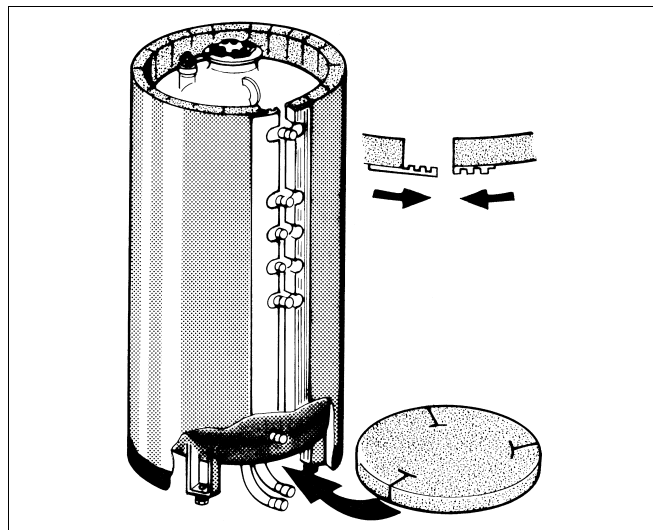

Рис. 11 Монтаж теплоизоляции
Уложите теплоизоляционный мат на бак так, чтобы отверстия в теплоизоляции совпали со штуцерами подключений (рис. 11).
- ▶ Подтяните и соедините концы теплоизоляционного мата (рис. 11).